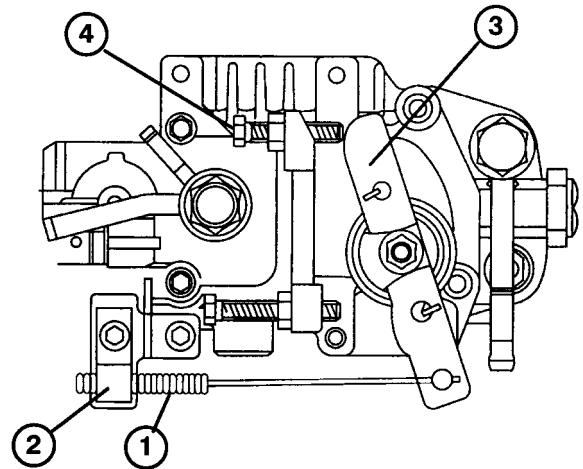

図 37
1. エンジン側のスロットル・コントロール・レバー(図37)をSLOW 位置にセットする。
2. ケーブルをエンジンに固定しているケーブル・クランプのネジ(図37)をゆるめる。
3. 速度コントロール・レバーがアイドル調整ネジに当たるまでケーブルをしっかりと引く(図37)。
2. アイドル調整ネジ(図37)のロックナットをゆるめる。